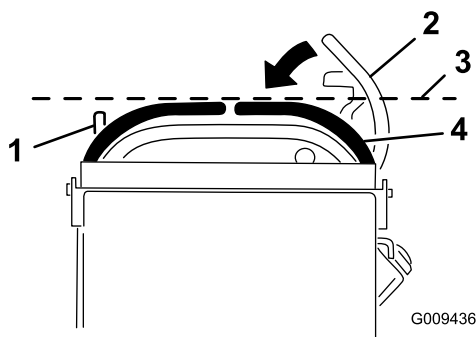

図 16
3. 右側コントロール・レバーを、ニュートラル位置から下へ押し下げる (図 16)。
4. 左側コントロールレバーと水平にそろっているかを調べる (図 16)。